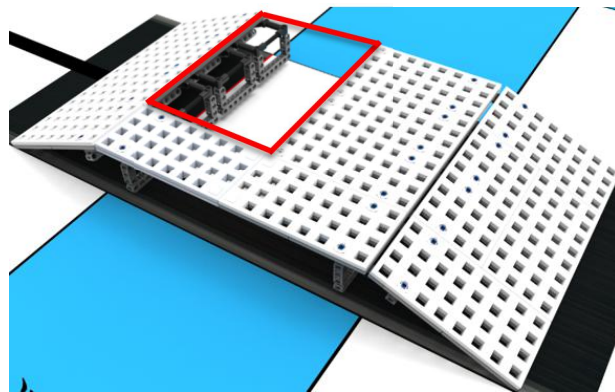

图 9 破损面积示意图
4.4.2 修补面积需大于破损面积的一半，每座可得 30 分，破损面积如下图 9 红色框所示。